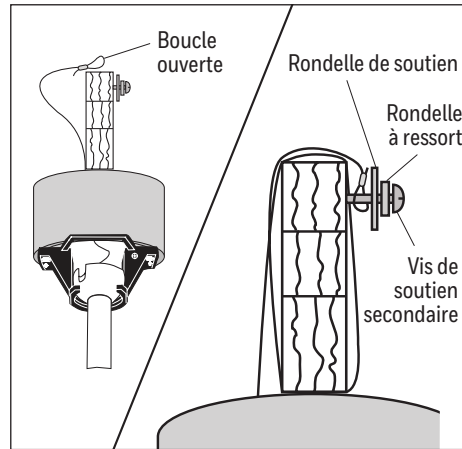

Figure 4.2
2. Insérez partiellement la vis de soutien secondaire, la rondelle à ressort secondaire et la rondelle de soutien dans le côté de l'entretoise fixée au plafond. Faites ensuite passer le câble tressé pardessus l'entretoise du plafond et placez la boucle ouverte du câble tressé autour de la vis de soutien secondaire. **Remarque :** Il est possible que vous ne puissiez pas accéder à l'entretoise du plafond par en dessous. Il faudra alors y accéder par-dessus. **Important :** Le câble tressé doit effectuer un tour complet autour de l'entretoise pour que le ventilateur soit fixé (Figure 4.2).